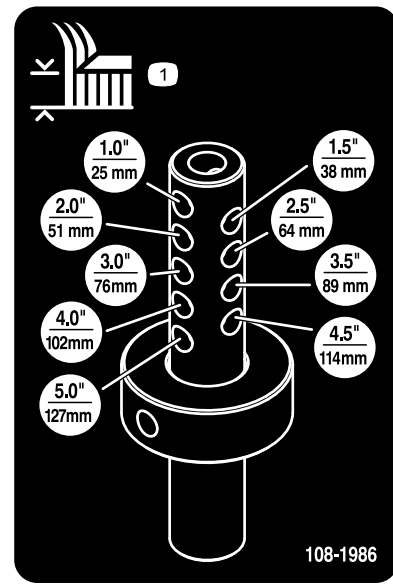
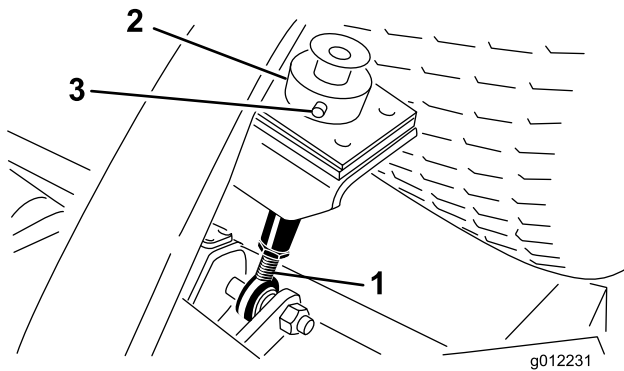

図 9
図 8
5. カuttingユニット後部で、刈高ロッドに刈高カラーを固定しているヘアピンとクレビス・ピンを外す (図 8)。
6. 刈高カラーを、刈高ロッドにある希望する刈高の穴に合わせる (図 8 と 図 9)。